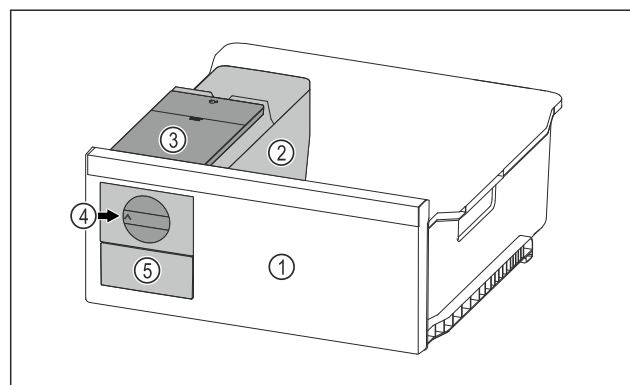

Fig. 97 Voorbeeld
- Draaiknop Fig. 97 (4) rechtsonder tot aan de aanslag draaien.
- Ijsblokjes vallen uit de ijsblokjeschaal in de ijsblokjeslade Fig. 97 (5).